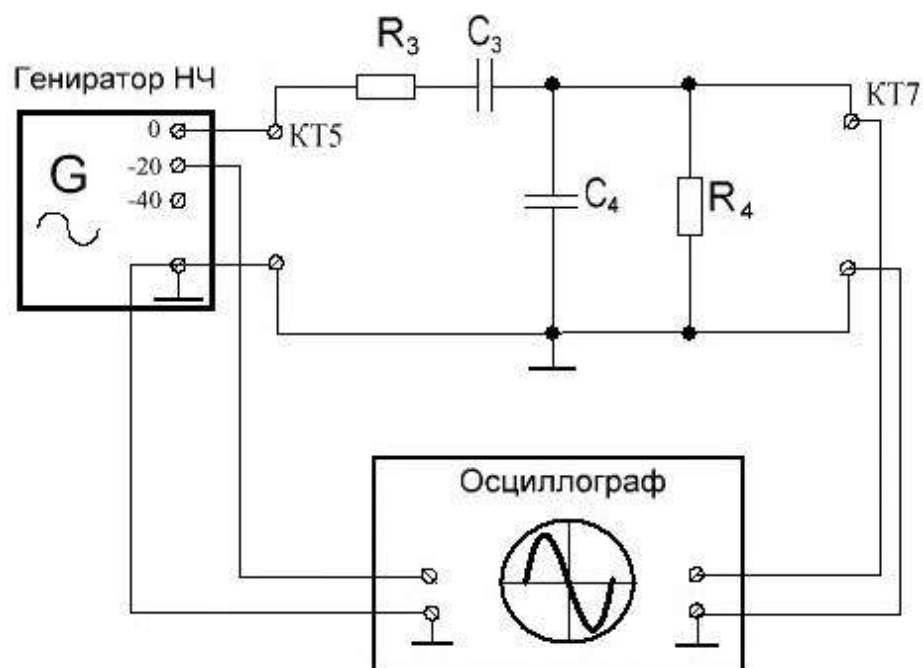

Рисунок 18 – Блок-схема для определения квазирезонансной частоты $R_3C_3R_4C_4$ цепи обратной связи f_0
- Соберите схему для определения квазирезонансной частоты $R_3C_3R_4C_4$ цепи обратной связи f_0 (рисунок 18).
- К входу (гнездо КТ5) и выходу (гнездо КТ7) $R_3C_3R_4C_4$ цепи обратной связи подключите двухканальный осциллограф (рисунок 18).